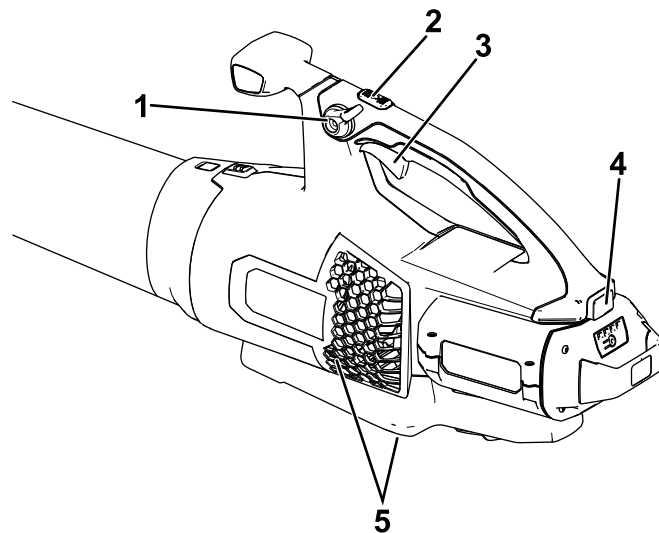

Figure 3
4. Pour mettre le souffleur en marche, serrez la gâchette de vitesse variable (Figure 3).
Remarque: Enclenchez le blocage de vitesse pour laisser la machine tourner sans avoir à appuyer sur la gâchette de vitesse variable (Figure 3).
Pour obtenir des performances optimales (débit d'air), appuyez à fond sur la gâchette de vitesse variable et maintenez le bouton Turbo Boost enfoncé pendant la durée souhaitée (Figure 3).
Pour régler le débit du souffleur en marche, serrez la gâchette de vitesse variable (Figure 3).
Pour maintenir le débit d'air actuel, engagez le blocage de vitesse (Figure 3).
Pour arrêter le souffleur, déverrouillez le blocage de vitesse (le cas échéant) et relâchez la gâchette de vitesse variable (Figure 3).